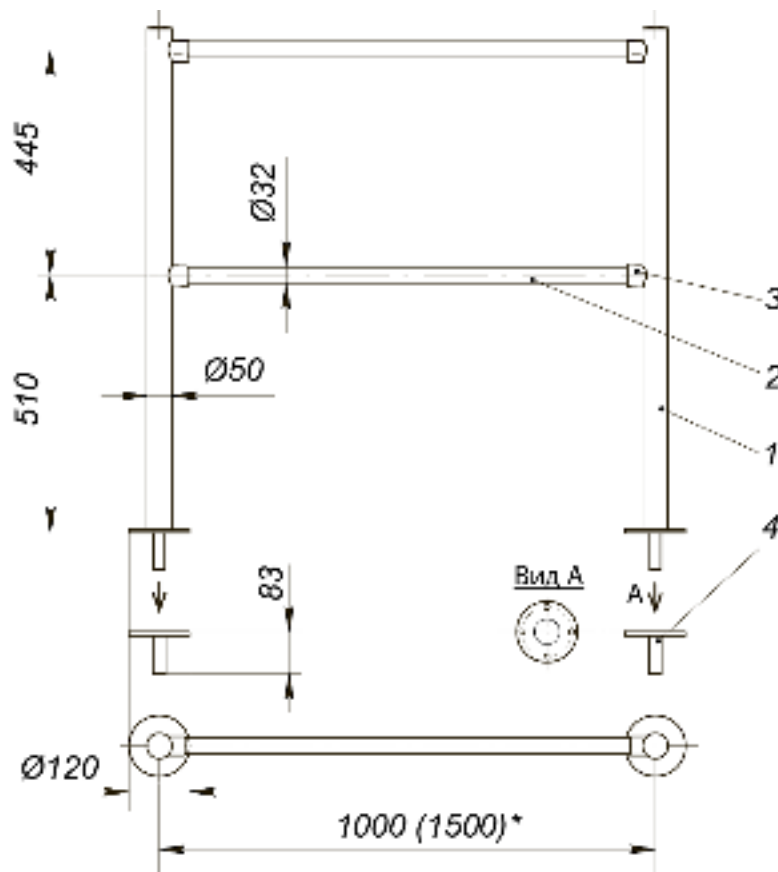

Рисунок 3. Быстросъемная секция ограждения (без заполнения)¹:
- **Быстроразъемная секция ограждения** (см. рис. 3) с заполнением или без заполнения, предназначенная для периодического ограничения зоны прохода или оформления интерьера.